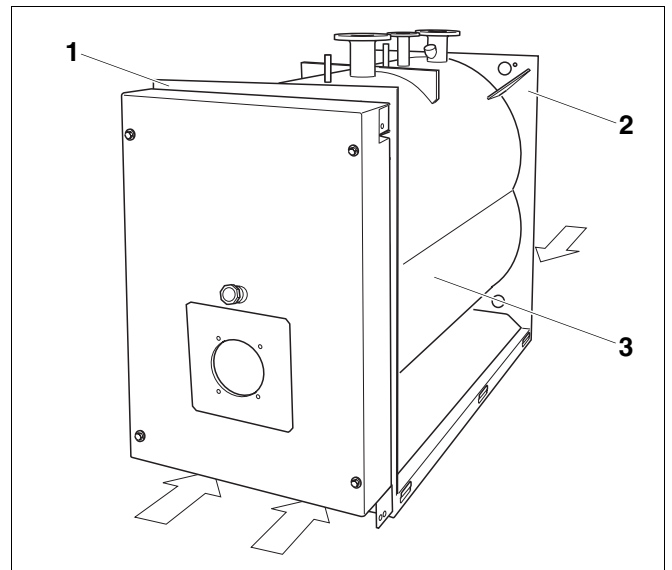

Fig. 3 Transport du corps de chaudière avec un chariot élévateur ou un chariot à fourches
- Glisser la fourche sous la plaque avant - (fig. 3, pos. 1) et la plaque arrière de la chaudière (fig. 3, pos. 2).
- Glisser un chariot élévateur sous la plaque avant et un autre sous la plaque arrière de la chaudière (fig. 3, page 15).